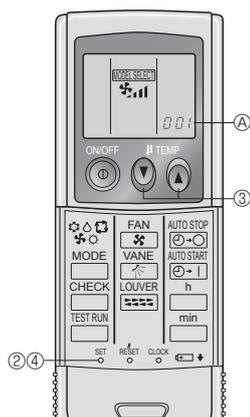

Fig. 6-2
1) Настройка (Fig. 6-2)
- ① Вставьте батарейки.
- ② Нажмите кнопку SET остроконечным предметом.